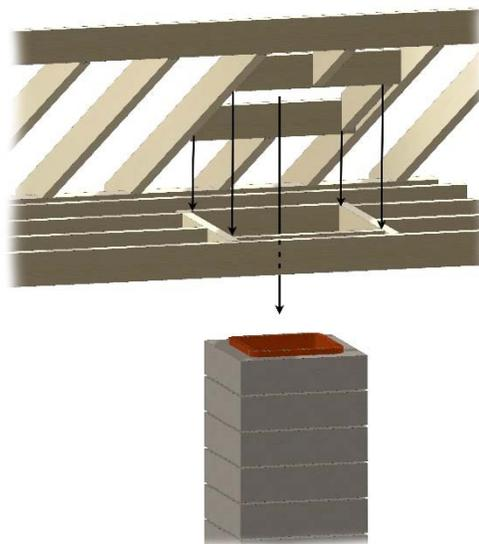

Figure 25. Pénétration du toit
C. Mesurez de tous les côtés du clou et marquez l'ouverture requise, puis découpez un trou dans le toit. N'oubliez pas que le trou est mesuré sur l'horizontale, puis projeté sur le toit. Le trou peut donc être plus grand, en fonction de la pente du toit. Voir la figure 25.